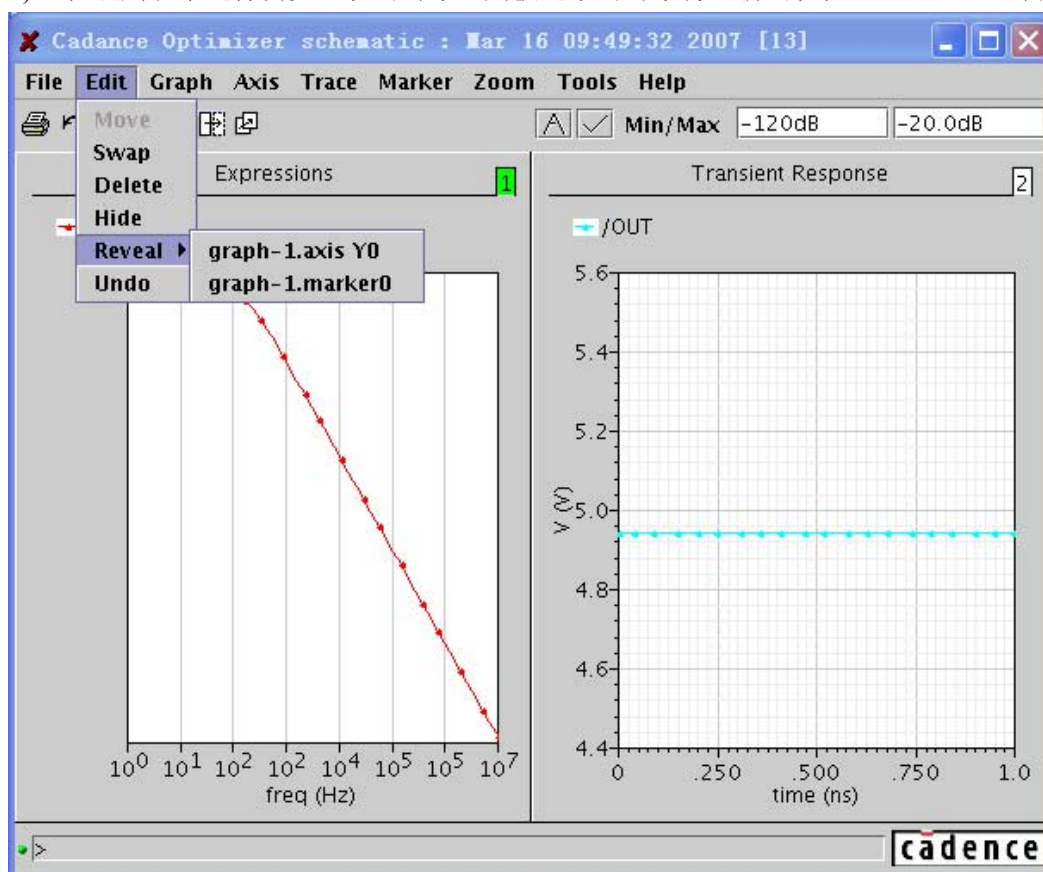

图 12.6 重现隐藏的对象设定
- 1) 选择“Edit”→“Reveal”，此时会出现一个列表显示被隐藏的对象名称，如图 12.6 所示。